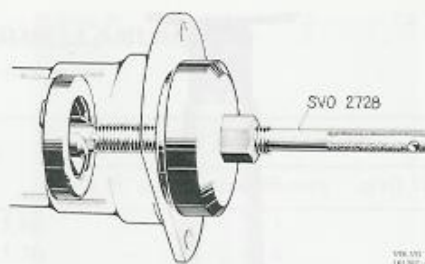

Bild 13. Demontering av tätningssring
3. Dra ut tätningssringen med hjälp av SVO 2728, bild 13.